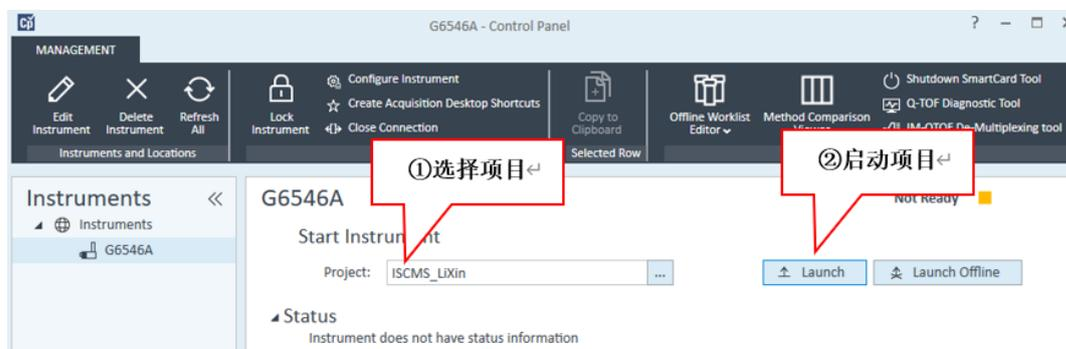

图6-8 Project-Launch启动项目操作
1. 如图6-8，双击桌面图标打开Openlab Control Panel(软件默认是打开状态)---在Control Panel中右下角选择Instrument，然后选择自己新建的Project---点击Launch，打开采集工作站。如图6-9所示，打开采集工作站显示界面左上角